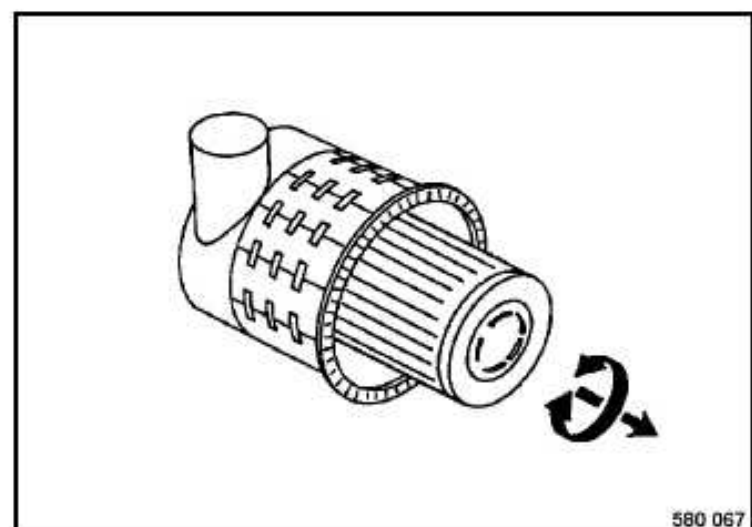

Fig. 156
- Retirar el elemento filtrante principal (Fig. 156) con ligeros movimientos giratorios.